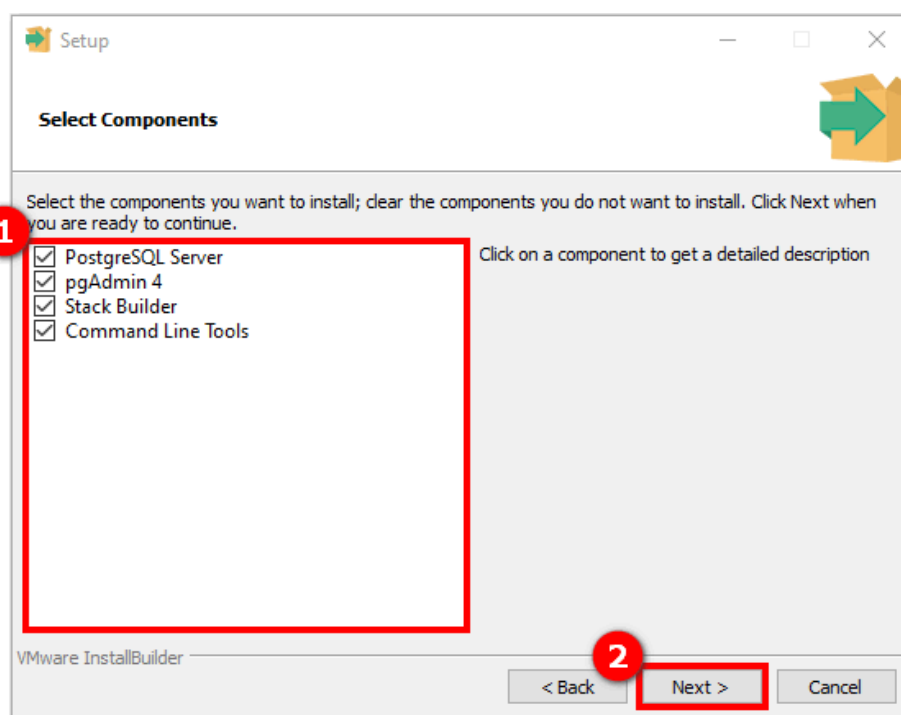

Рисунок 5 – Окно установки СУБД PostgreSQL
Затем соответствующими отметками выбираем компоненты, которые необходимо установить (1) (см. рисунок 5). Нажимаем кнопку **Next** (2).